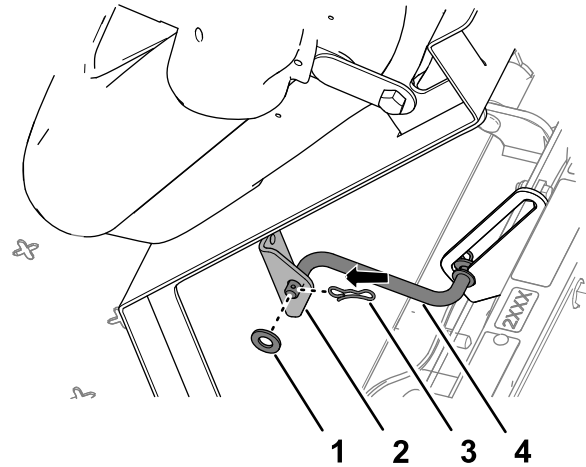

Figura 224
5. Sujete la varilla de sujeción al soporte del asiento con una arandela y una chaveta (Figura 224).